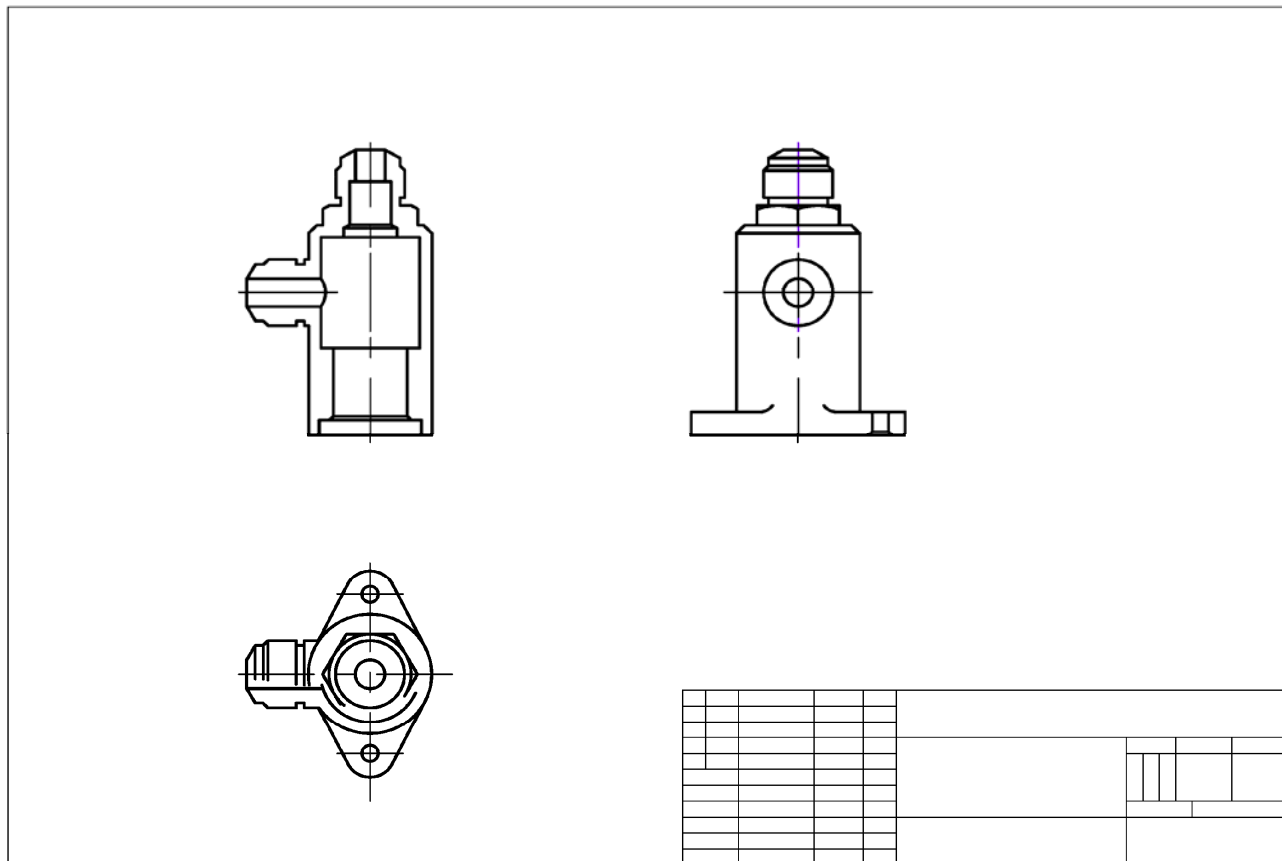

Рис. 7.5. Компонировка изображений детали на чертеже
3.4.1. Последовательным выбором команд **Повернуть**, **Перенести** и др. добиться правильного расположения проекций детали. Все построения должны занимать **не менее 75%** поля чертежа и равномерно размещаться на поле чертежа (рис. 7.5).